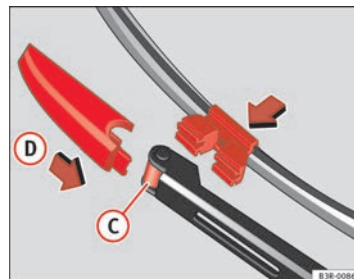

Fig. 184 Colocar la escobilla
- Coloque la escobilla nueva en el alojamiento del brazo del limpiaparabrisas ⇒ **fig. 184 C**.